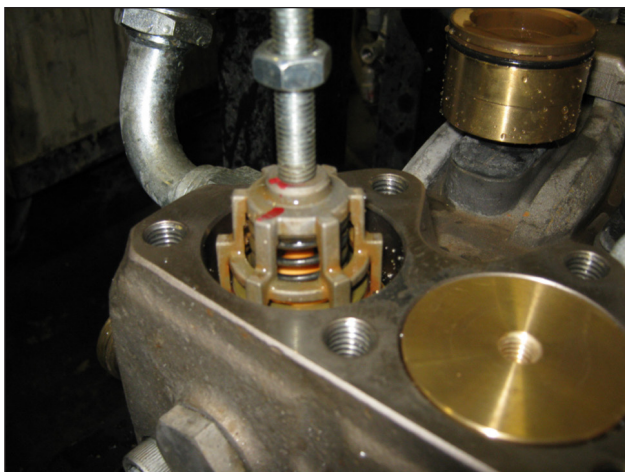

Fig. 19
- Extraia os grupos da válvula de aspiração da bomba KT 36-KT40-WK8, usando o extrator do mecanismo de percussão cód. 26019400, combinado com a ferramenta cód. 27513600 (Fig. 19).